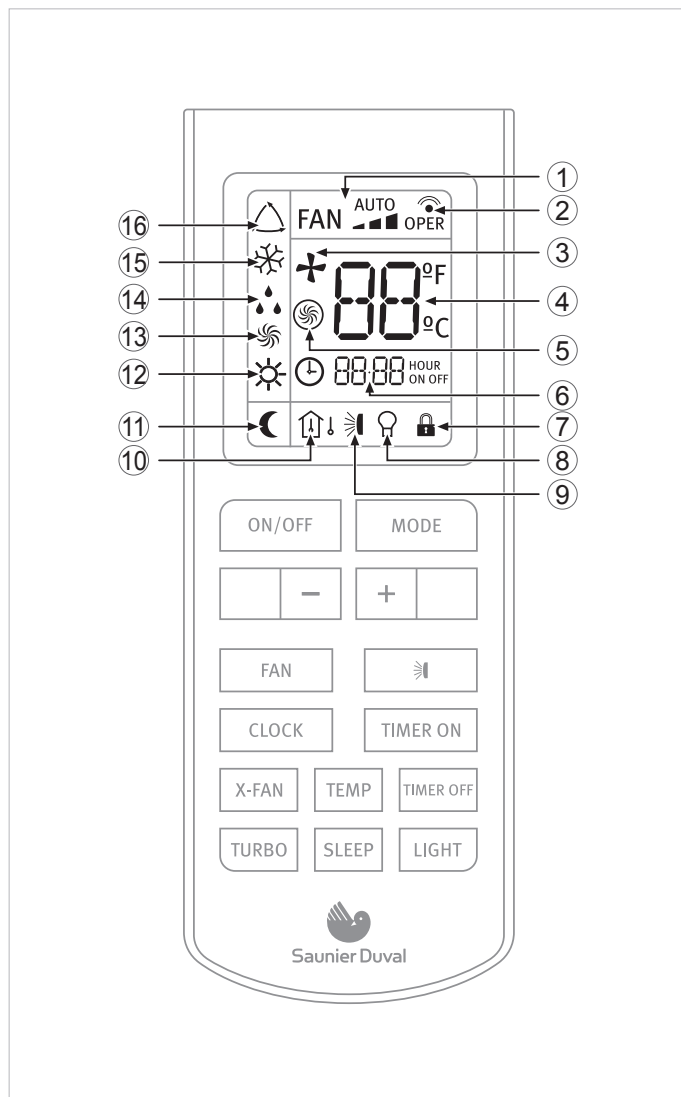

Rys. 7.1 Przegląd przycisków.
- Wcisnąć przycisk włączania/wyłączania (ON/OFF) (patrz: Rysunek 7.1) celem sprawdzenia prawidłowego założenia baterii.